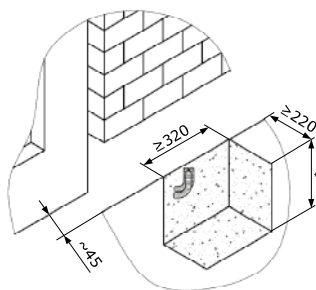

Рисунок 2.
- Подготовьте яму (*рис. 2*) под фундамент для привода. Расположение ямы относительно проема выкиньте в зависимости от конструкции ворот (например, при самонесущих воротах привод располагается так, чтобы шестерня находилась посередине между роликовыми опорами). Яму выполняйте на глубину, при которой не происходит промерзание грунта.
- залейте бетон в подготовленную яму (рис. 2).